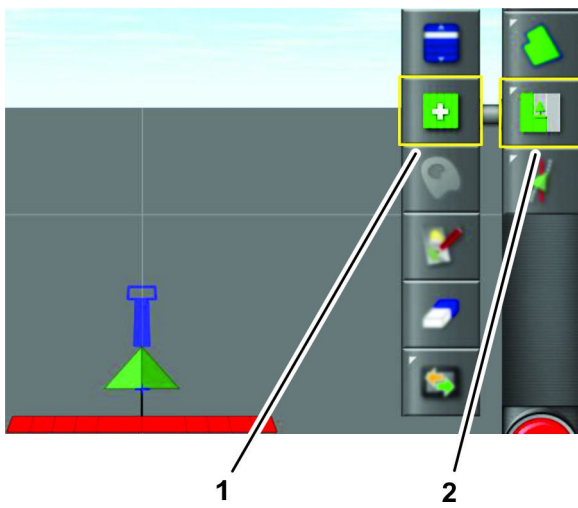

Figura 93
- Pulse el icono Menú de trabajos (Figura 93).
4. Pulse el icono Seleccionar trabajo (Figura 93).